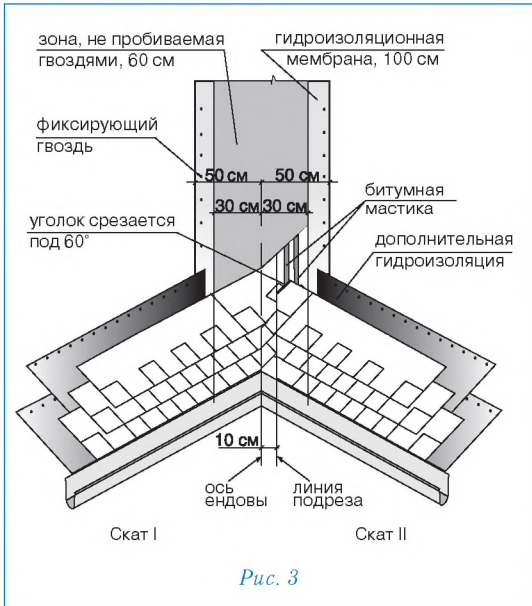

Рис. 3
Эндова (рис. 3)
- лист, подходящий к ендове со ската II, должен доходить до линии подрезки и обрезаться по ней. Верхний уголок обрезанного края листа подрезается под углом 60° (5×3 см — рис. 3);